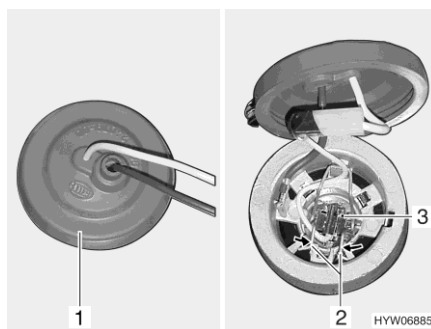

Bild 162 Nebelscheinwerfer
- Hinter den Nebelscheinwerfer greifen und Gummikappe (Bild 162,1) vom Lampengehäuse ziehen.
- Metallbügel (Bild 162,2) zusammendrücken und aus der Halterung schwenken.
- Glühlampe (Bild 162,3) mit Kabel aus dem Lampengehäuse entnehmen.